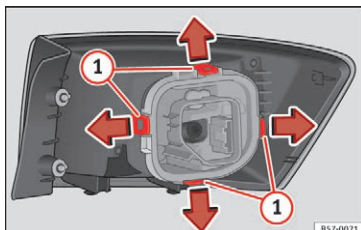

Fig. 109 Fastgørelsestapper på bagsiden af baglygten
7. Afmonter pæreholderen » **Fig. 109** ved at løsne fastgørelsestapperne ①.